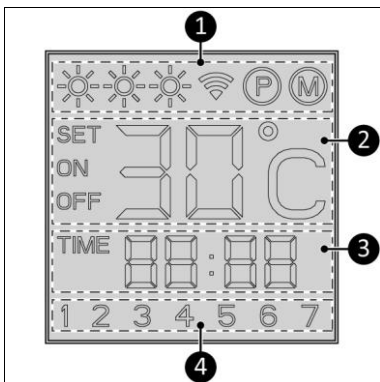

Figure 4
Indication d'état (Figure 4, pos. 1) :
Indication de température (Figure 4, pos. 2) :
Indication d'heure (Figure 4, pos. 3) :
Indication de jour (Figure 4, pos. 4) :